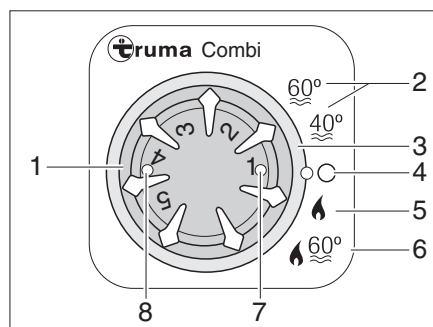

Bild 299 Bedieneinheit für Heizung/Boiler
Betriebsart wählen: ■ Betriebsart mit dem Drehschalter (Bild 299,3) einstellen.
Winterbetrieb Die Heizung wählt nach eingestellter Heizstufe selbstständig die benötigte Brennerstufe. Bei Betriebsart "Heizung und Boiler" (Bild 299,6) wird auch das Wasser im Boiler erhitzt. Die Heizung kann in der Betriebsart "Heizung ohne Boiler" (Bild 299,5) mit leerem Boiler betrieben werden.
■ Temperaturdrehknopf (Bild 299,1) an der Bedieneinheit auf gewünschte Heizstufe stellen.
■ Drehschalter (Bild 299,3) auf Winterbetrieb "Heizung ohne Boiler" (Bild 299,5) oder auf Winterbetrieb "Heizung und Boiler" (Bild 299,6) stellen.
Grüne Kontroll-Leuchte (Bild 299,7) leuchtet.
- Drehschalter (Bild 299,3) auf "O" (Bild 299,4) stellen.